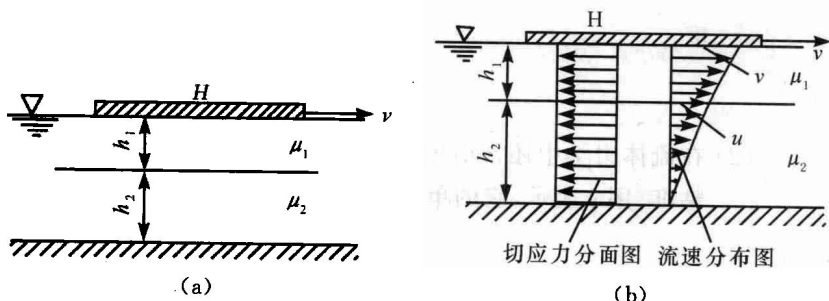

图 1-1
- 【例 1】** 如图 1-1(a) 所示,液面上有面积 $A = 1200\text{cm}^2$ 的平板 H ,以 $v = 0.5\text{m/s}$ 的速度作水平移动,形成平行板间液体的层液运动,平板下液体分两层,它们的动力粘性系数与厚度分别为 $\mu_1 = 0.142\text{N}\cdot\text{s}/\text{m}^2, h_1 = 1.0\text{mm}; \mu_2 = 0.235\text{N}\cdot\text{s}/\text{m}^2, h_2 = 1.4\text{mm}$;试绘制平面间液体的流速分布图和切应力分布图,并计算平板 H 上所受的总摩擦力 F 。
可以绘出流速分布图及切应力分布图如图 1-1(b) 所示。